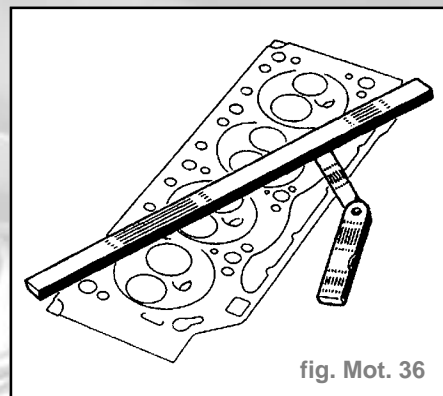

fig. Mot. 36
- Vérifier avec une règle et un jeu de cales, s'il y a déformation du plan de joint (fig. Mot. 36)